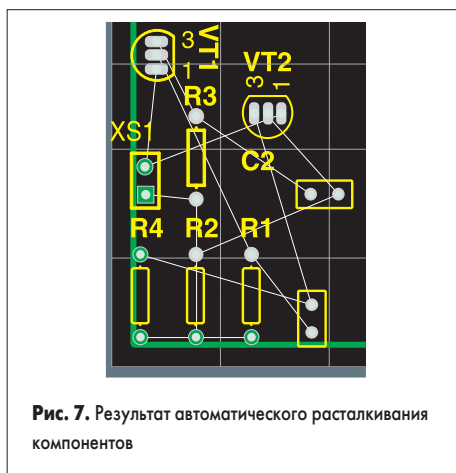

Рис. 7. Результат автоматического расталкивания компонентов
4. Наведем указатель мыши, принявший вид перекрестия, на один из компонентов, подсвеченных зеленым цветом индикации нарушения, например резистор R3, и выполним один щелчок левой кнопкой мыши. Все компоненты, расположенные вокруг резистора R3, будут отодвинуты в разные стороны так, чтобы выполнялось правило контроля зазоров между ними (рис. 7).